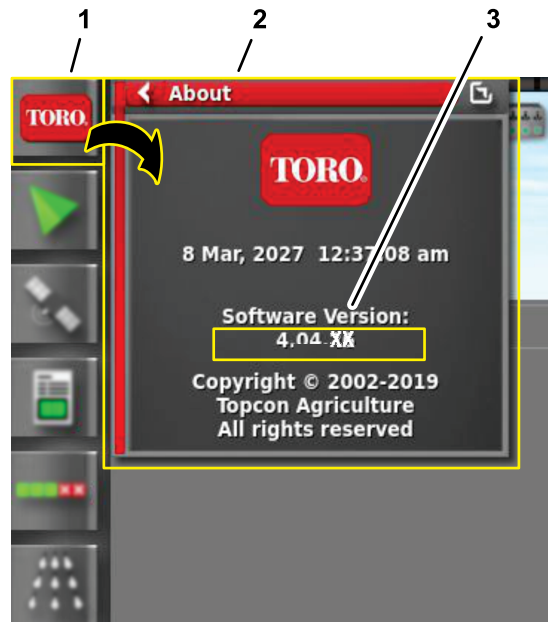

Figura 158
2. Pressione o ícone ACERCA (Toro) no canto superior esquerdo da consola de controlo (Figura 158).